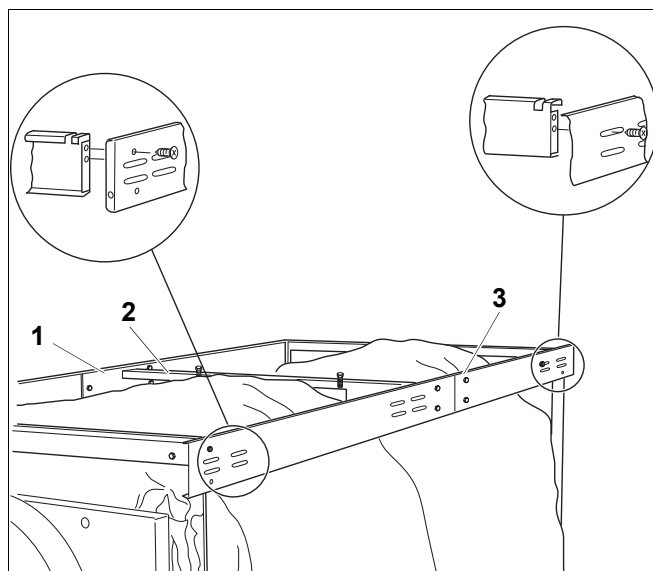

Рис. 12 Крепление траверсы
- U-образную окантовку первой боковой траверсы (рис. 12, **поз. 1**) установите в соответствующие вырезы передней, средней и задней траверс.
- Траверса крепится одним саморезом спереди в отверстие и одним саморезом сзади в овальное отверстие (рис. 12).
- Установите вторую боковую траверсу (рис. 12, **поз. 3**) U-образной окантовкой в соответствующие вырезы передней, средней и задней траверс.
Экспликация к рис. 12
- Выровняйте положение боковой стенки винтами (рис. 12 на стр. 13, **поз. 4**).